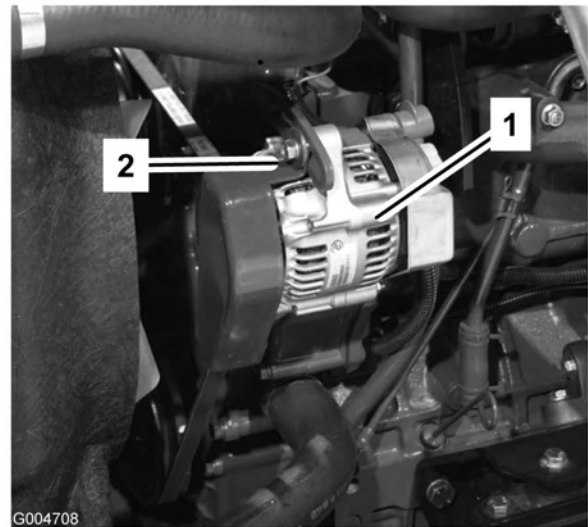

Bild 62
Prüfen Sie den Zustand und die Spannung der Treibriemen (Bild 62) alle 100 Betriebsstunden.
2. Lockern Sie bei einer Durchbiegung von mehr oder weniger als 10 mm die Befestigungsschrauben der Lichtmaschine (Bild 62). Erhöhen oder reduzieren Sie die Spannung des Lichtmaschinen-Treibriemens und ziehen Sie die Schrauben wieder fest. Prüfen Sie die Riemenspannung noch einmal auf korrekte Einstellung.